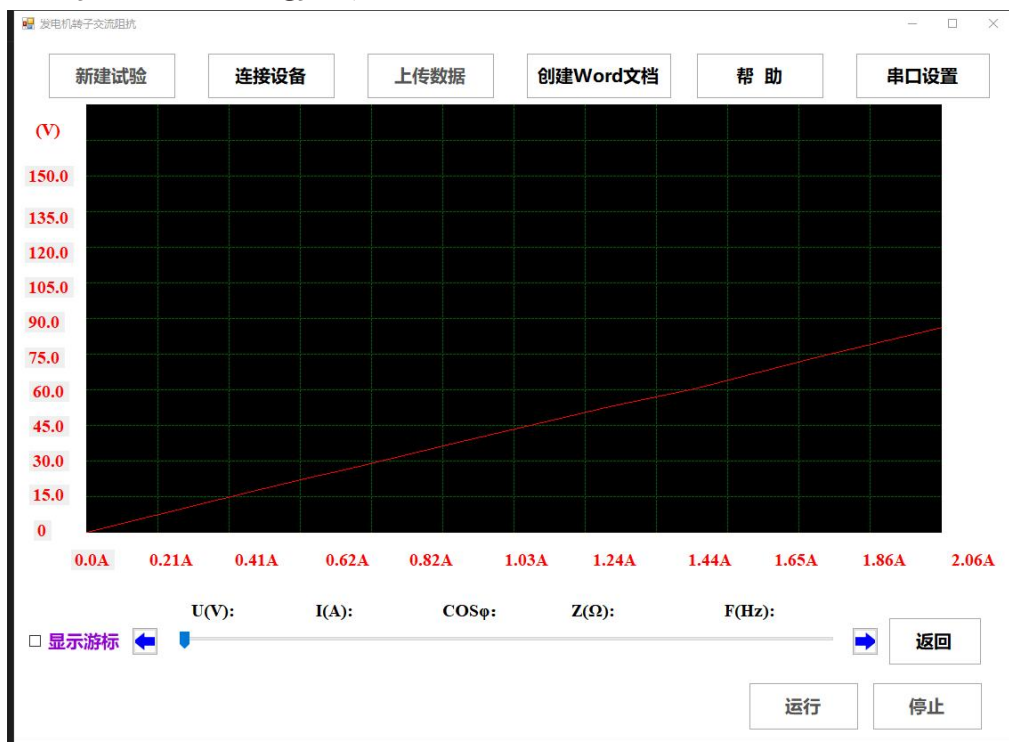
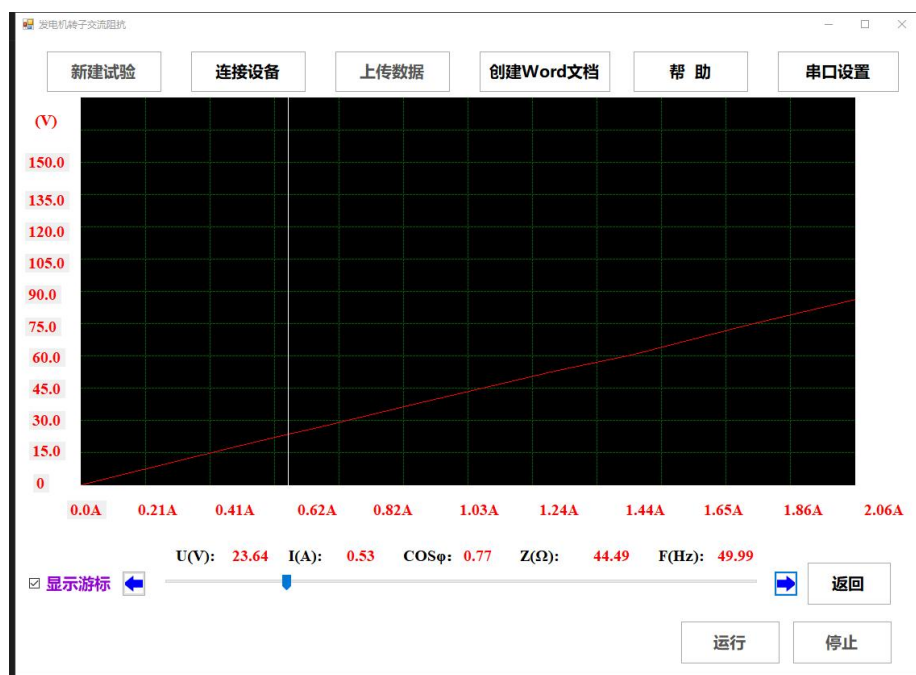

图 4.50 转子交流阻抗曲线界面
图 4.51 转子交流阻抗曲线查看数据界
(2) 点击“曲线”查看转子交流阻抗特性曲线，如图 4.50 所示，使能“显示游标”可以查看曲线上点的数据，如图 4.51 所示。